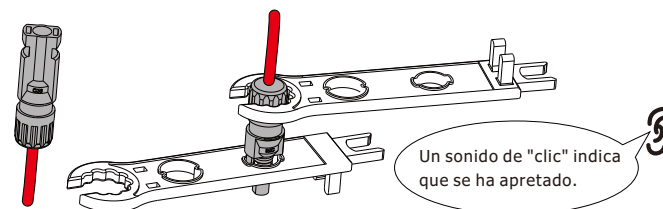

Figura 4.1-3 Conector con la tuerca ciega enroscada
**Paso 3.** Inserte la clavija de contacto en la parte superior del conector y apriete completamente la tuerca ciega a la parte superior del conector, como se muestra en la Figura 4.1-3.